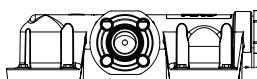

Figura 2
◆ Si se quita el tapón (63), aplique cinta de PTFE de 1" de ancho a las roscas del tapón (63). Envuelva la cinta de PTFE 9 vueltas completas alrededor de las roscas del tapón e instale el tapón (63) en el colector (60) o (61) a mano para comenzar, luego use una llave hexagonal de 3,5" (89 mm) para apretar según la Figura 2.